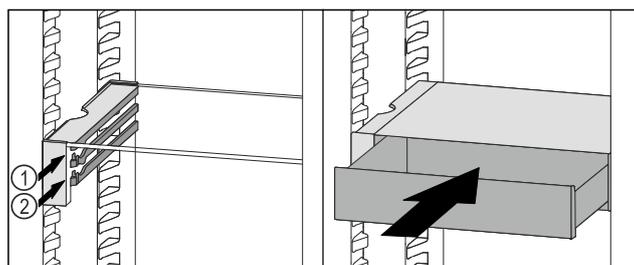

Fig. 121
- ▶ Założyć szufladę VarioSafe za stoperami na wybranych żebrach Fig. 121 (1) lub Fig. 121 (2).